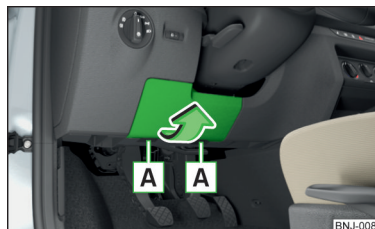

Abb. 291
- › Die Abdeckung des Sicherungskastens in Pfeilrichtung abnehmen » Abb. 291.